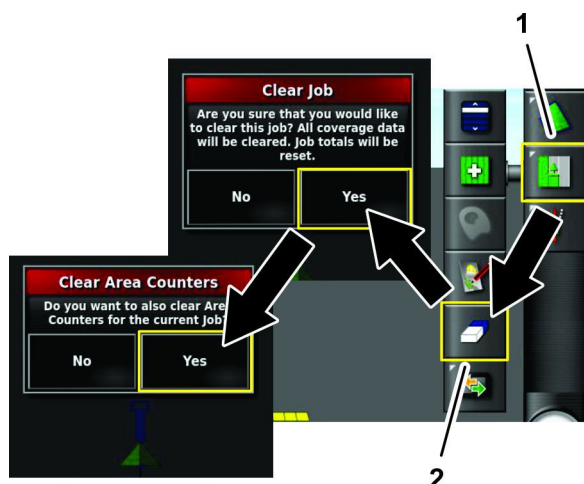

Figure 30
- Appuyez sur l'icône Menu des tâches (Figure 30).
- Appuyez sur l'icône Effacer données de tâche (Figure 30).
- Appuyez sur l'icône Oui dans la boîte de dialogue Effacer tâches (Figure 30).
- Appuyez sur l'icône Oui dans la boîte de dialogue Effacer compteurs de zone (Figure 30).